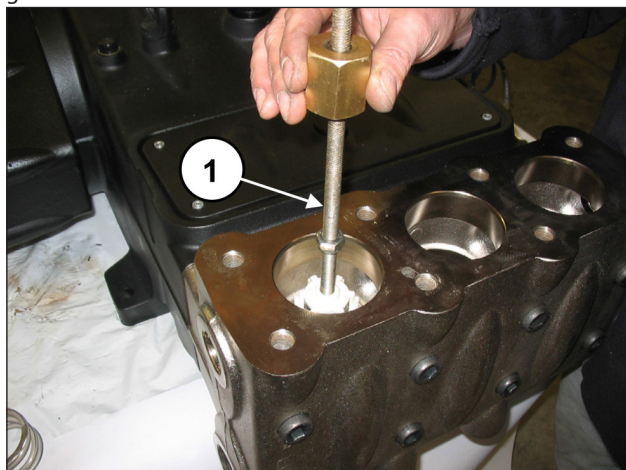

Fig. 103
Extraer el grupo de la válvula de envío aplicando un extractor de percusión (cód. 27516400) en el orificio M10 de la guía de la válvula (pos. ①, Fig. 103) o, como medida adicional, aplicar un adaptador M10-M16 (cód. 25089700) a la rosca M16 de la guía de la válvula.